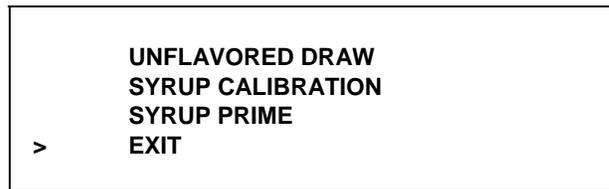

Figura 33
21. Pressione o símbolo CALIBRAR para exibir as opções do menu. Os símbolos CALIBRAR e AUTOMÁTICO no lado do shake e o símbolo SABOR OPCIONAL acenderão. A tela exibirá as opções do menu calibrar. (Veja a Figura 33.)